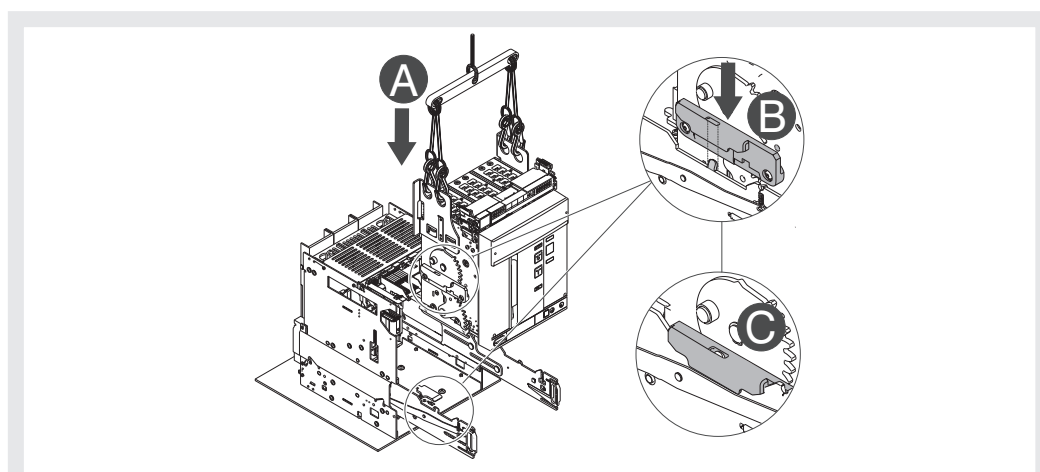

Figure 39
4. Positionner la partie mobile sur les glissières de la partie fixe. L'accrocher en introduisant la gorge du flanc dans le crochet de la glissière de la partie fixe. Voir Figure 39.